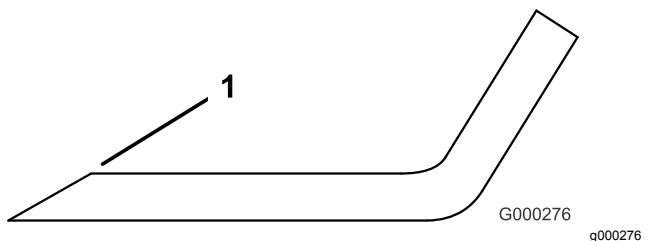

Figure 108
3. Examinez les tranchants de toutes les lames et aiguissez-les s'ils sont émoussés ou ébréchés (Figure 108).
Remarque: N'aiguisez que le haut du tranchant et conservez l'angle de coupe d'origine pour obtenir une coupe nette (Figure 108). Limez la même quantité de métal sur chacun des deux tranchants pour ne pas déséquilibrer la lame.